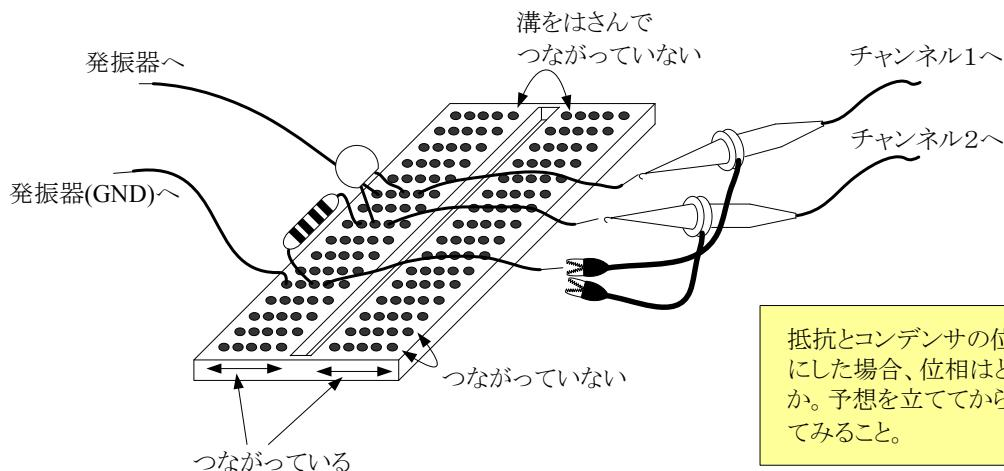

図14 位相の測定
- (4) 図14のようにブレッドボードに抵抗とコンデンサを直列につなぎ、図13に示した2つの波形の時間差 t と周期 T を測定し、